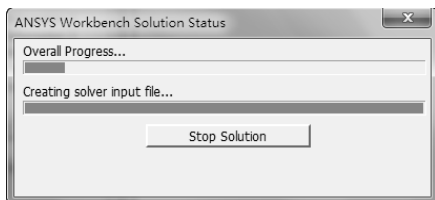

图 6-37 求解进度条
1) 单击工具栏上的【Solve】按钮  Solve ▾，启动求解，系统弹出进度条，表示正在求解。求解完成后进度条自动消失，如图6-37所示。